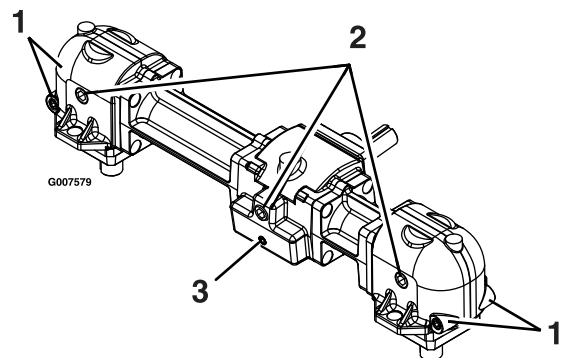

Figure 30
4. Enlevez le grand bouchon de vidange d'huile à l'avant de chacune des trois éléments du boîtier d'engrenages, et vidangez l'huile (Figure 30).